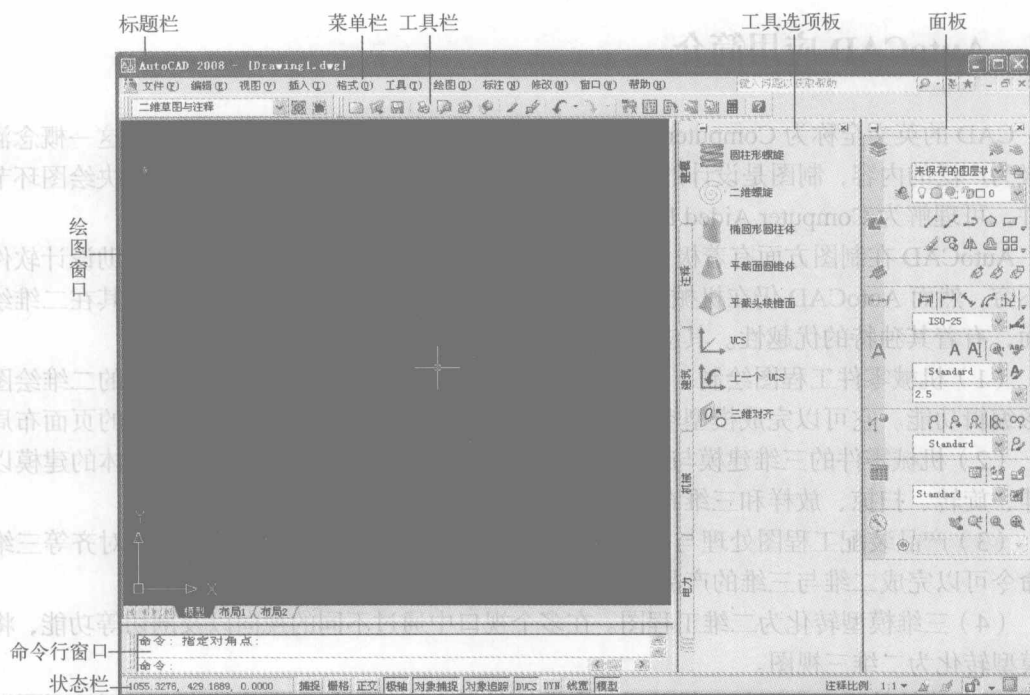

图 1-1 AutoCAD 2008 的操作界面
启动 AutoCAD 2008 的 3 种方式：①双击桌面 AutoCAD 2008 的图标；②鼠标右键单击 AutoCAD 2008 图标，从弹出的快捷菜单中选择“打开”选项；③单击“开始”→“程序”→“Autodesk”→“AutoCAD 2008-Simplified Chinese”→“AutoCAD 2008”命令。启动后的操作界面如图 1-1 所示。